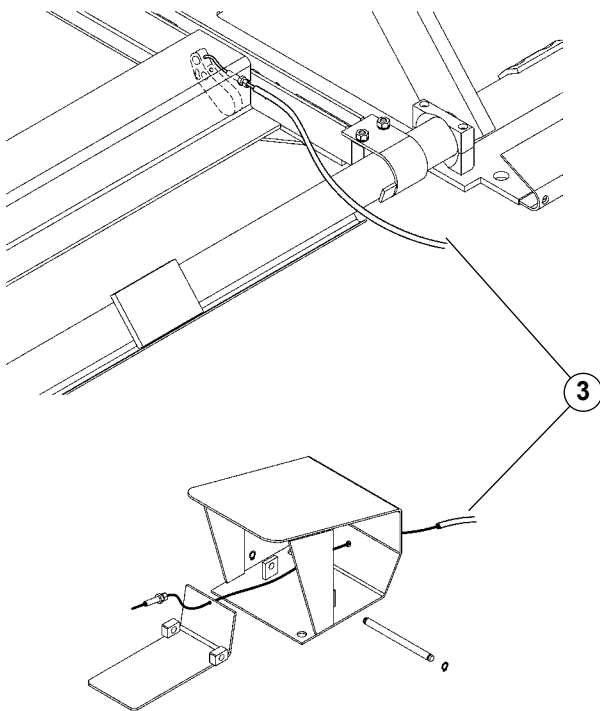

Fig.11A
- Collegare il cavetto (3) di sgancio arpione come indicato in fig. 11a. (RAV 1450 N)
- Remove the delivery tube (2) and the drain unit (1) from under the platforms. Then remove the plug from the tube (2).
- Connect release cable (3) as shown in fig. 11A. (RAV 1450 N)
- Das Entkupplungsdraht (3) wie in Abb.11A angegeben anschließen. (RAV 1450 N)
- Retirer les tuyaux d'arrivée (2) et de drainage (1) de dessous les chemins de roulement, puis enlever le bouchon du tuyau.
- Raccorder le câble (3) de déclenchement, comme indiqué fig. 11A. (RAV 1450 N)
- Extraer el tubo de impulsión (2) y de drenaje (1) debajo de las plataformas, luego quitar el tapón del tubo (2).
- Conectar el cable (3) de desenganche como se ilustra en la fig. 11A. (RAV 1450 N)
- Collegare l'alimentazione pneumatica in (A) e il tubo (1) alla elettrovalvola EV2. Effettuare un paio di corse. Azionare il pulsante di discesa e verificare che fra i denti dell'arpione (2) e quelli della barra dentata (3) ci siano circa 9 mm di distanza.